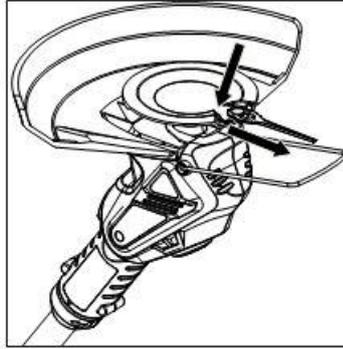

Fig. 15
- Pour monter une nouvelle lame, procédez en sens inverse (Fig.15). Assurez-vous que la lame est correctement en place et verrouillée avant d'utiliser l'appareil.